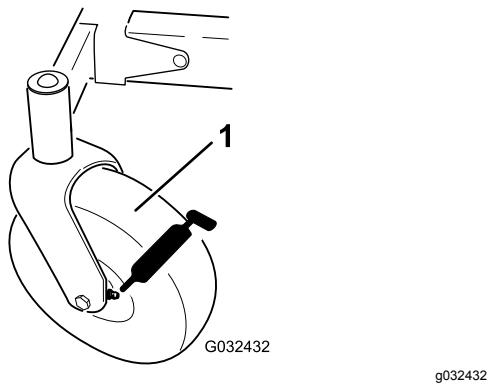

Figure 30
3. Nettoyez les graisseurs (Figure 30) avec un chiffon.
4. Raccordez une pompe à graisse à chaque graisseur (Figure 30).